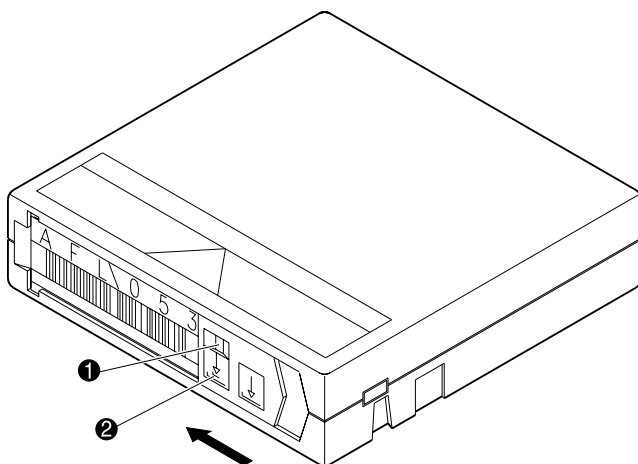

図2-8: DLTテープカートリッジを書き込み禁止にする
テープカートリッジを書き込み禁止にするには、スイッチを左に動かします（② 図2-8）。テープカートリッジを書き込み可能にするには、スイッチをデフォルト位置のまま（右側）にします。テープカートリッジが書き込み禁止の場合は、オレンジ色のインジケータがスイッチの上に現れます（① 図2-8）。